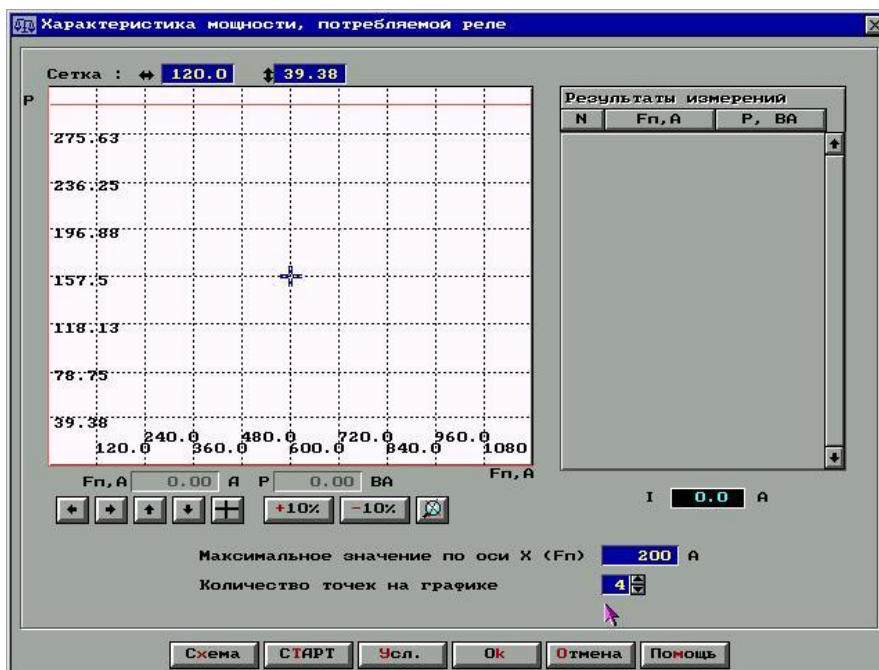
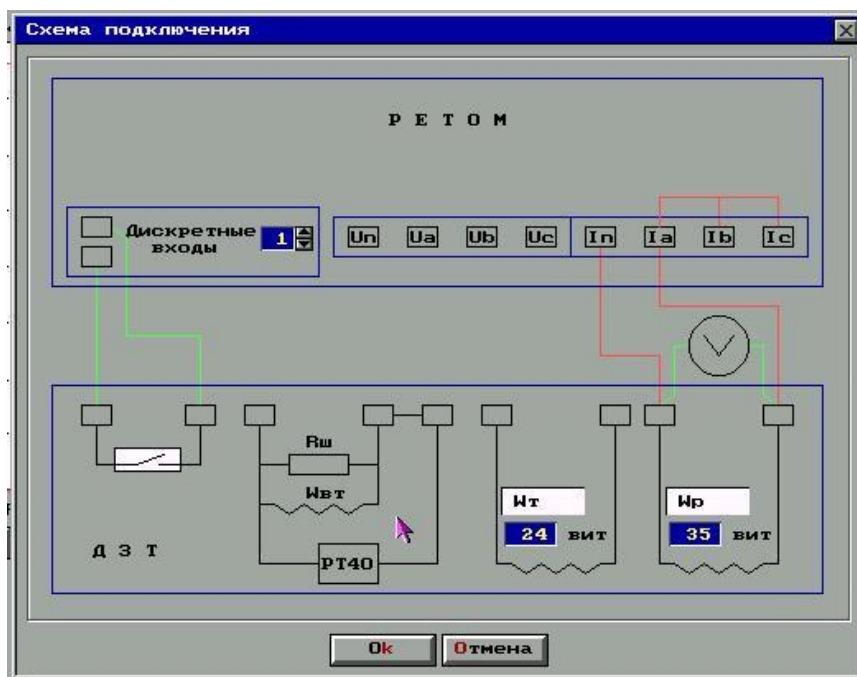

Рис. 12.21. Окно *Характеристика мощности потребляемой реле*
Рис. 12.22. Схема подключения реле ДЗТ-10
**Проверка мощности потребляемой реле.** В панели управления нажмите кнопку Проверка мощности, потребляемой реле. Программа выведет на экран рабочее окно (рис. 12.21). В рабочем окне нажмите кнопку Схема и подключите реле по схеме (рис. 12.22).